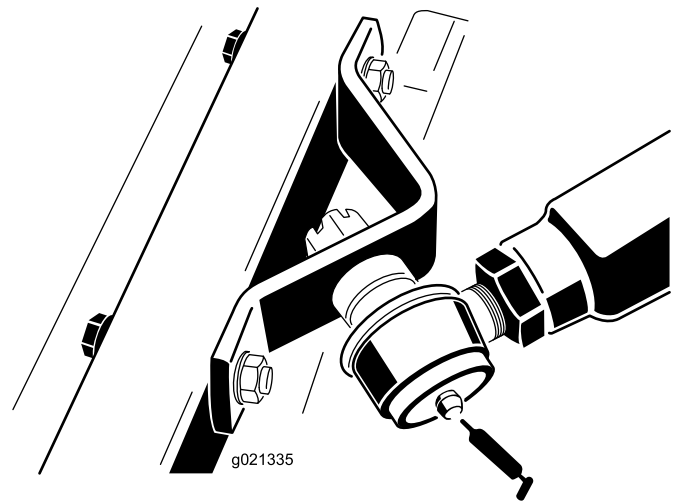

Figure 19
- Rotules de bras de poussée droit et gauche - 1 sur chaque (Figure 19)